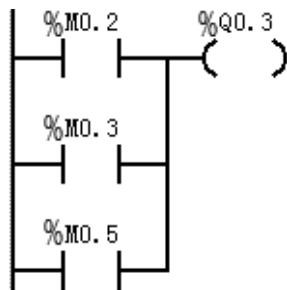

图 6-22 多个步对应同一动作时的梯形图
③ 写出执行元件的逻辑函数式 执行元件为顺序功能图中的储存器位所对应的动作。一个步通常对应一个动作，输出和对应步的储存器位的线圈并联或者在输出线圈前串接一个对应步的储存器位的常开触点。当功能图中有多个步对应同一动作时，其输出可用这几个步对应的储存器位的“或”来表示，如图 6-22 所示。